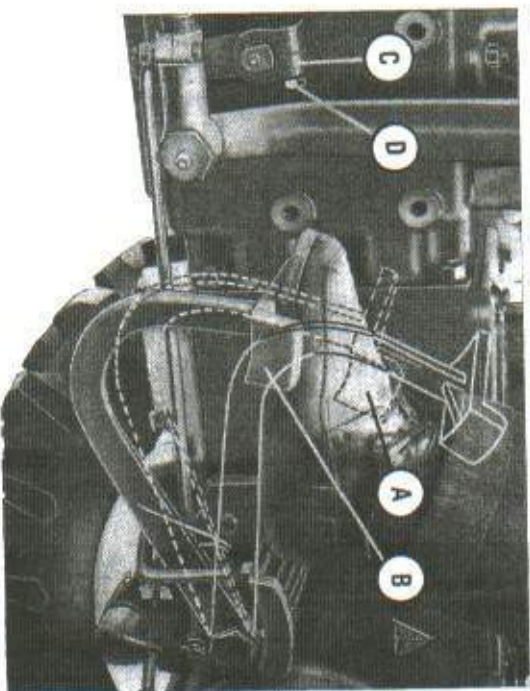

Fig. 12
Il primo disco serve per il collegamento fra cambio e motore. Deve essere disinnesto (posiz. A fig. 12) prima di ogni manovra della leva comando marce ed ogni qualvolta si voglia arrestare la trattrice.
Il secondo disco serve per il collegamento del motore alla presa di forza veloce e unificata. Per disinnestare questo disco premere il pedale a fine corsa (posiz. B. fig. 12).
Per evitare lo slittamento della prima frizione (motore cambio), la corsa a vuoto del pedale non deve scendere al disotto di 2,5 cm. Per registrare tale gioco, bisogna agire sulla levetta C (fig. 12), allentando la vite D e facendo compiere alla levetta lo spostamento necessario.
- 3) Allentare i dadi F e E indi portare il pedale frizione a circa metà della sua corsa (posiz. A fig. 12); dopo essersi assicurati che rimanga fermo nella suindicata posizione, avvitare il dado E fino ad appoggiarlo leggermente sul piano del disco D indi bloccare il controdamo F.